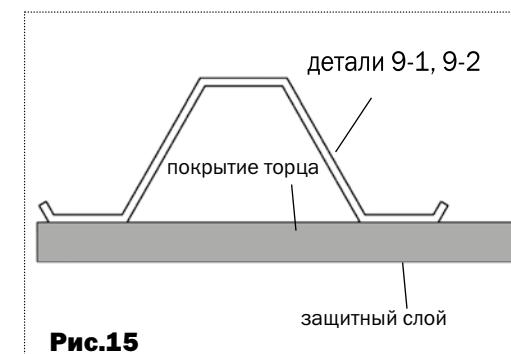

Рис.15
- Установите боковые куски покрытия торца в соответствии с **рис.15**. Придерживая кусок покрытия, закрепите его винтами с шайбами по деталям **11** и **8** (**рис.21**). Отверстия для винтов выполняются сверлом диаметром 4 мм изнутри теплицы через готовые отверстия в деталях каркаса.